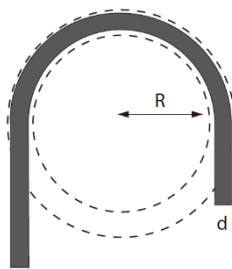

图 8 最小弯曲半径
- 在组件布线时，请始终注意最小弯曲半径（见图 8）。最小弯曲半径是电缆可弯曲的允许曲率。根据电缆类型的不同，必须应用特定的系数（电缆系数）。对于我们的直流电缆，该系数为 4；